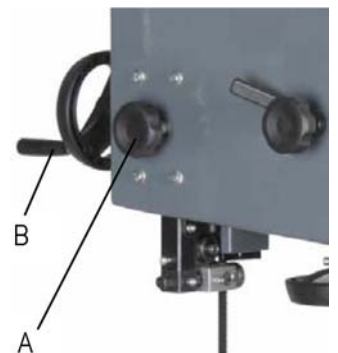

Fig. 10 : Réglage du guide de la lame
1. Desserrez la vis de serrage (fig. 10, A).
2. Réglez le guide de lame à la hauteur optimale en tournant le volant (fig. 10, B).
3. Fixez la position du guide de lame en ressernant la vis de serrage (fig. 10, A).